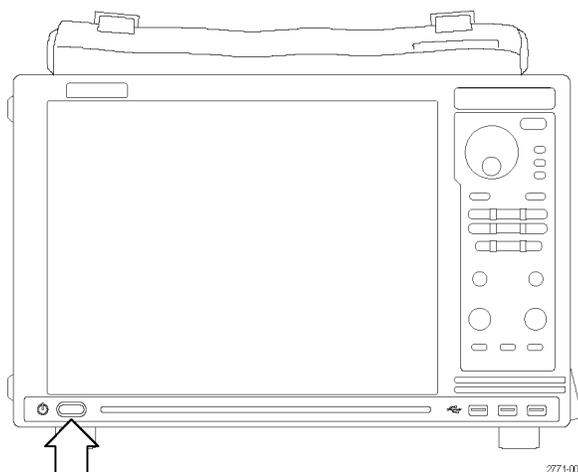

図 3: オン／スタンバイ・スイッチの位置
3. オン／スタンバイ・スイッチを押して、ロジック・アナライザの電源を投入します (図 3 参照)。